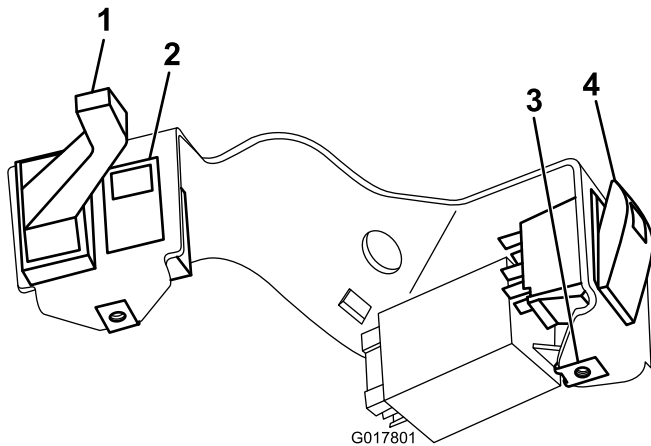

Figure 9
2. Posez le témoin de clignotants dans le support de colonne (Figure 9).
3. Fixez le contacteur de levier de clignotants et le contacteur des feux de détresse dans le support de colonne (Figure 9).
4. Glissez les écrous rapides sur le support de colonne (Figure 9).